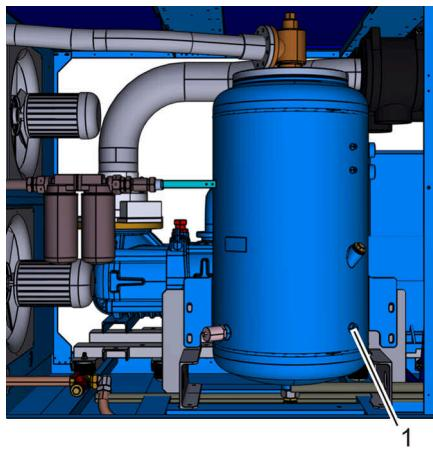
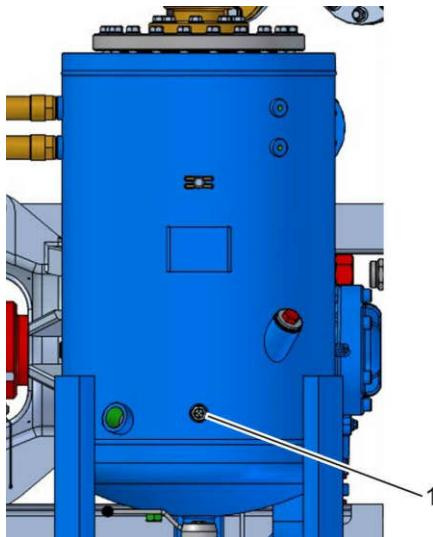

Рис. 35: Смотровое отверстие (вариант)
Рис. 36: Смотровое отверстие (вариант)
4. Убедитесь в том, что смотровое отверстие (Рис. 35/1 или Рис. 36/1) полностью смочено.